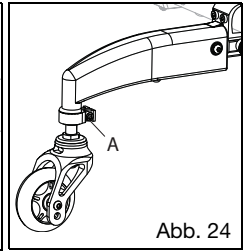

Abb. 24
1. Lösen Sie die 6-mm-Schraube im Klemmring (Abb. 24:A).
3. Ziehen Sie die 6-mm-Schraube im Klemmring (Abb. 24:A) wieder an.